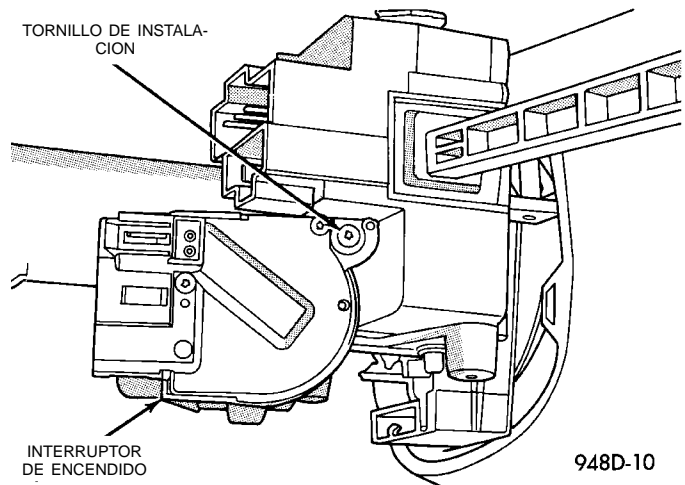
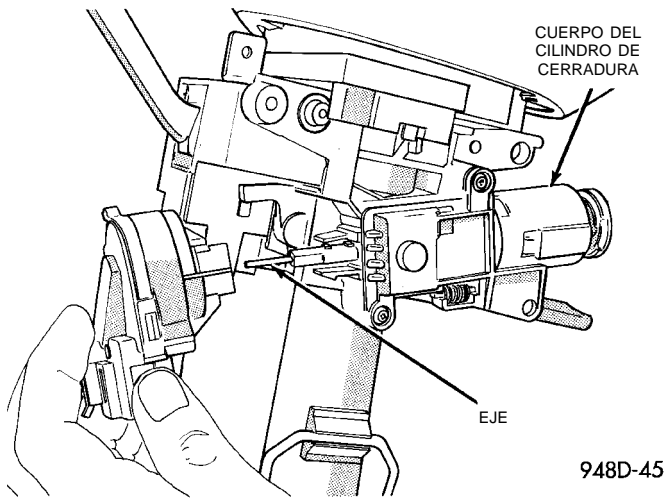

Fig. 42 Tornillo de instalación del interruptor de encendido
Fig. 44 Instalación del interruptor de encendido
- (3) Retire las tapas superior e inferior de la columna de dirección.
- (4) Desconecte los conectores eléctricos del interruptor de encendido.
- (5) Retire el tornillo de instalación del interruptor de encendido (Fig. 42) con una barrena tipo Torx N° 10.
- (1) Asegúrese de que el interruptor de encendido se encuentre en la posición RUN y el eje del servomotor situado en el cuerpo de la cerradura también esté en la posición RUN.
- (2) Instale con cuidado el interruptor de encendido. El interruptor se calza sobre las lengüetas de retención (Fig. 44). Instale el tornillo de instalación (Fig. 42).